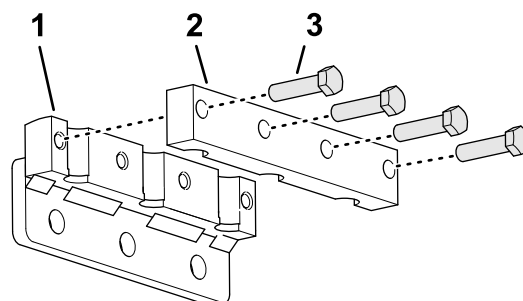

**Figura 40**
1. Sul portafustelle montate, senza serrarlo, un pezzo di bloccaggio (Figura 40) con 4 bulloni (3/8" x 1-1/2"). Non serrate i bulloni.